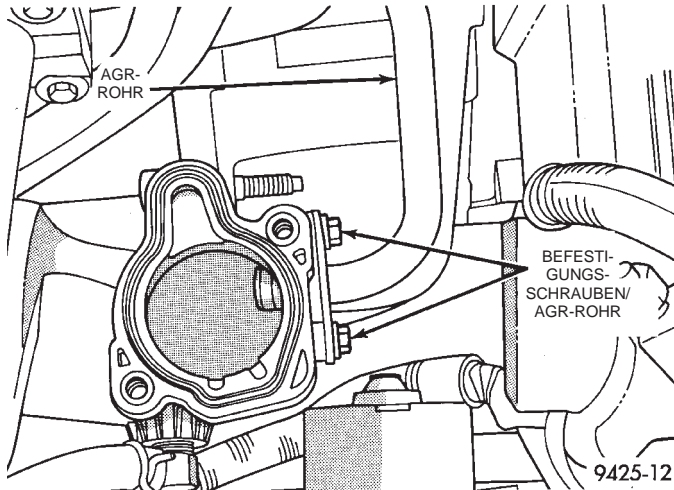

Abb. 11 Stehbolzen/AGR-Rohr
(1) Die Schrauben herausdrehen, mit denen das AGR-Rohr am Ansaugkrümmer montiert ist (Abb. 11).
(2) Die Schrauben zur Befestigung des AGR-Rohrs am AGR-Ventil herausdrehen.
(3) Das AGR-Rohr abnehmen. Die Dichtfläche am AGR-Ventil reinigen. Die Gummitülle am Ansaugkrümmer sauberwischen.